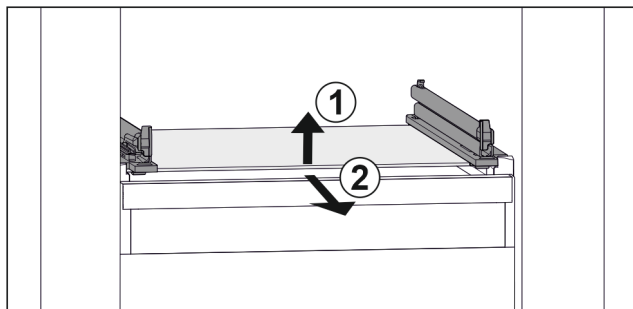

Fig. 50 Примерно изображение на стъклената плоча
- Повдигнете стъклената плоча отпред. Fig. 50 (1)
- Извадете стъклената плоча напред. Fig. 50 (2)